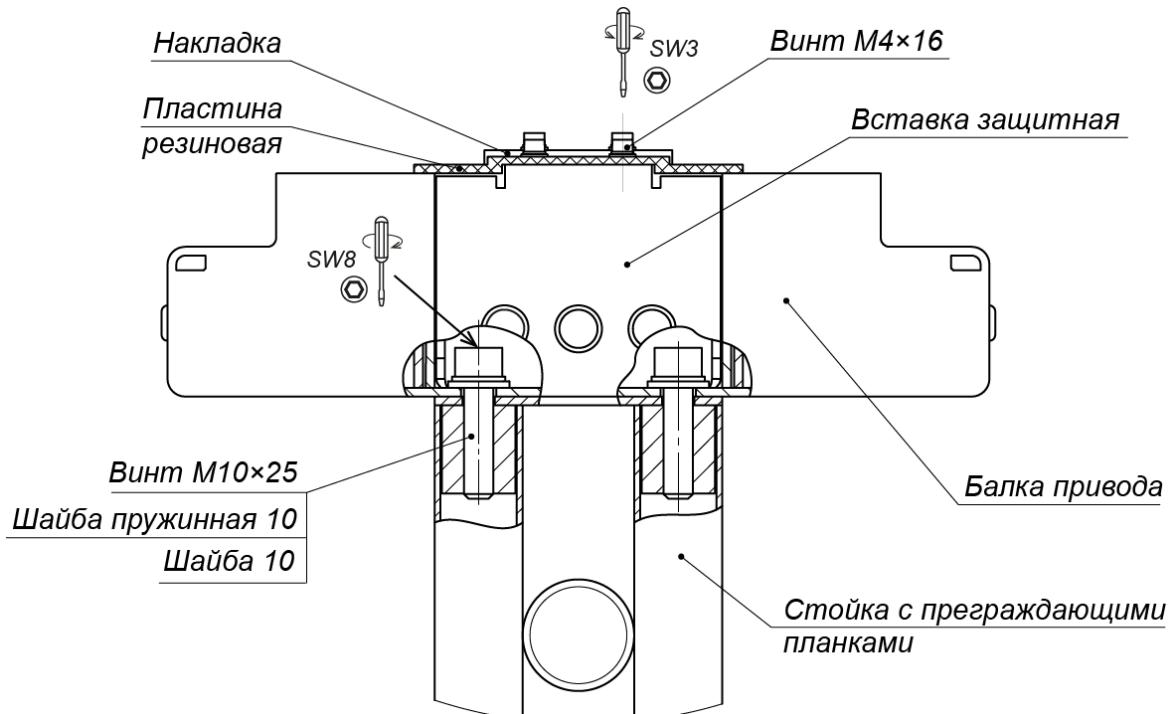

Рисунок 16. Крепление балки привода (8) к стойке с препреждающими планками (5)
- Закрепите балку привода на балке опорной (7) двумя болтами M8×25, ключ SW6, используя две пластины из комплекта поставки (см. рис. 16).